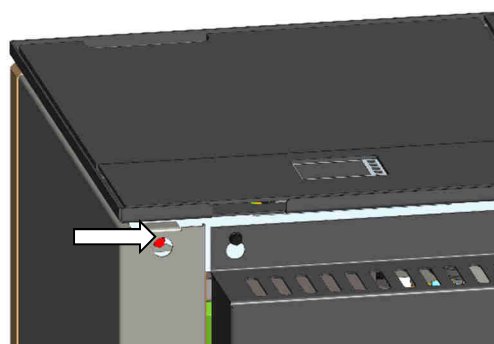

Fig. 20 : vis de sécurité de l'habillage latéral
2. Détacher la vis sur la face arrière de l'appareil (Fig. 20).